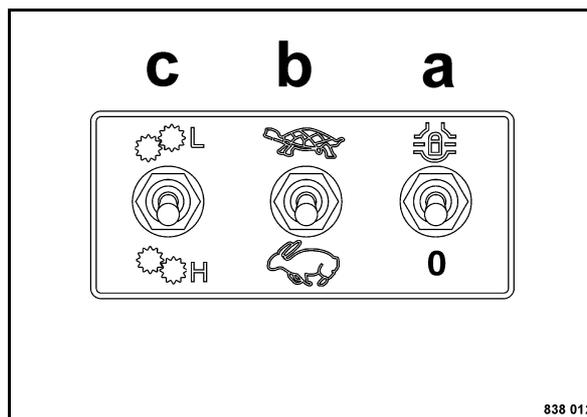

Fig. 64
- Selezionare la marcia L/H cambio meccanico c (Fig. 64).